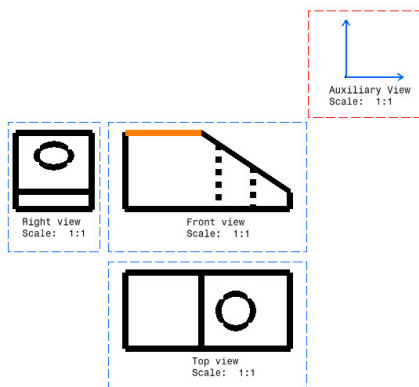
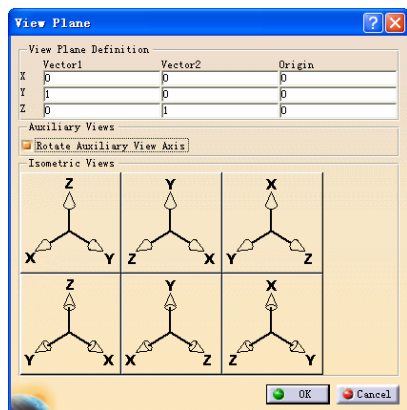

图 6-148
图 6-149
② 如图 6-148 所示,在某一个正视图中,单击要用于定义辅助视图平面的边。View Plane (视图平面) 对话框自动显示相应的向量和原点,如图 6-149 所示。